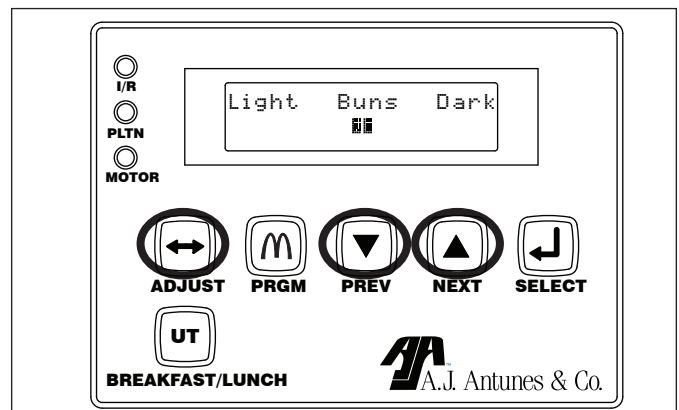

Figure 4. Réglage de la qualité du grillage
2. Appuyer sur la touche **ADJUST** (ajuster), puis la relâcher (figure 4).
3. Utiliser les touches **PREV** (précédent) et **NEXT** (suivant) pour modifier la qualité du grillage à plus clair ou à plus foncé, respectivement (figure 4).